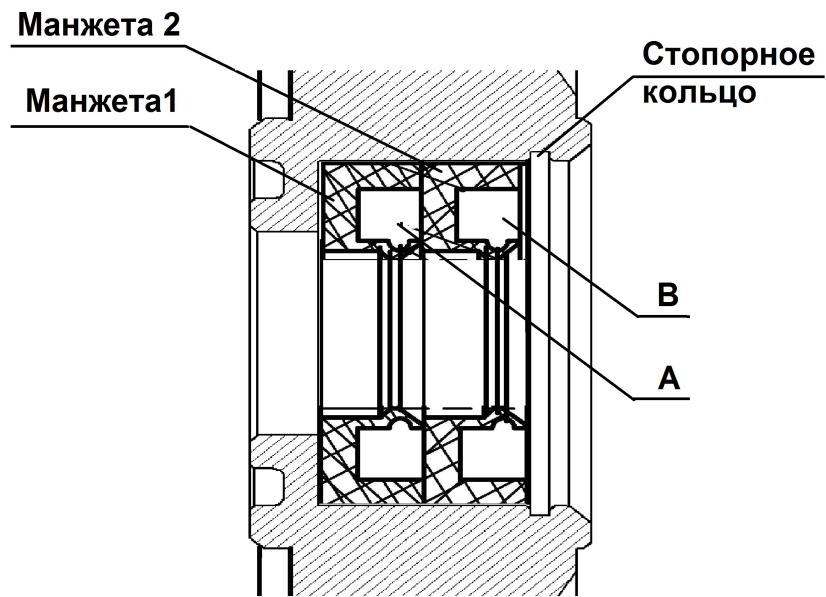

Рис. 31. Схема установки манжет.
- установку манжет производить согласно рис. 31 в следующем порядке: